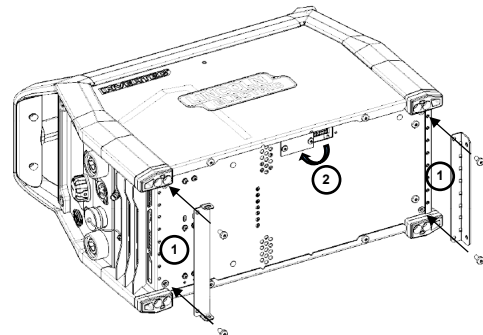

Figura 1
1. Posizionare le lamiere adattatrici sotto la saldatrice (Figura 1).
2. Rimuovere la vite del portello e ruotarlo a 180°C. Utilizzare la vite rimossa per fissare il portello sulla saldatrice (Figura 1).